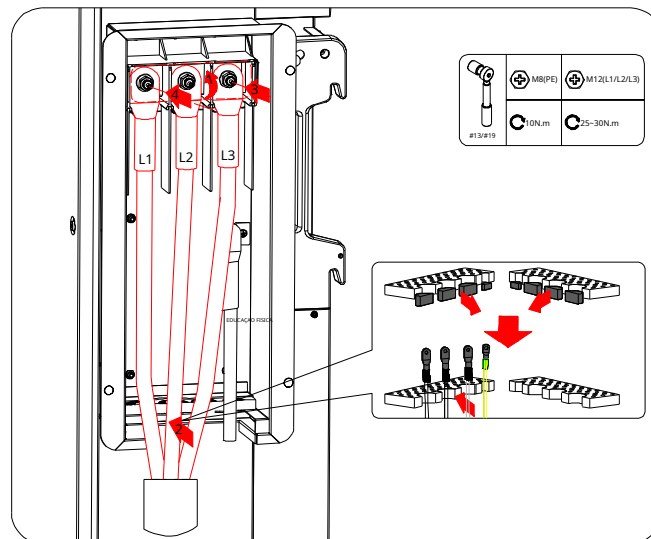

FIG 5-9 Conexão de cabos multipolares
1. Consulte a FIG 5-5 para descascar a bainha de isolamento do cabo e a camada de isolamento do fio central, a FIG 5-6 para processar núcleos de cabos e a FIG 5-7 para cortar anéis de vedação para cabos de núcleo único. A conexão de cabos multipolares é mostrada na FIG 5-9.